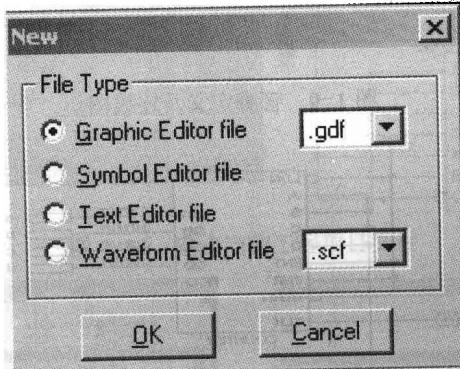

图 1-6 New 对话框
(1) 新建原理图文件：单击左键选菜单 [File] | [new]，选择“Graphic Editor file.gdf”，如图 1-6 所示，再单击 [OK]。